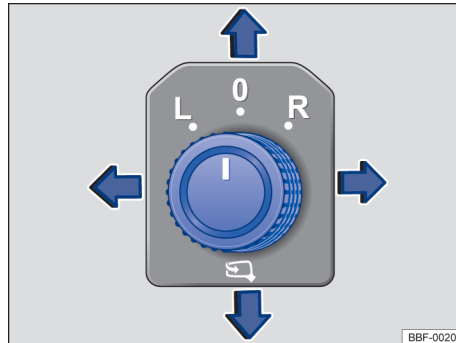

Fig. 79 En la puerta del conductor: mando giratorio de ajuste de los espejos retrovisores exteriores eléctricos.
- Girar el mando giratorio en la puerta del conductor hasta el símbolo deseado → fig. 79.